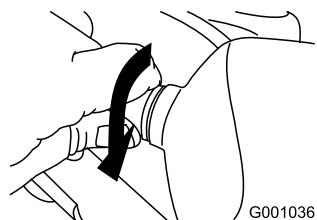

Figure 65
5. Tournez l'embase de l'ampoule dans le sens horaire jusqu'à ce qu'elle soit bien vissée (Figure 65).